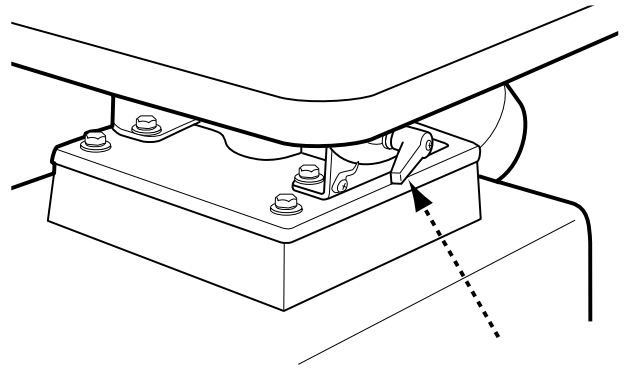

FIGURE 10
- Relâcher les deux poignées de blocage de l'inclinaison de la table, voir Figure 10.